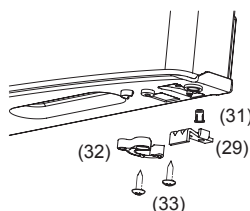

Рис. 9
- Снимите ограничитель (29) рис. 9 и втулку (31) рис. 9 и доводчик (32) рис. 9, в нижней части двери холодильного отделения, открутив винты (33) рис. 9, и закрепите их на противоположной стороне. Проведите аналогичную операцию для двери морозильного отделения;